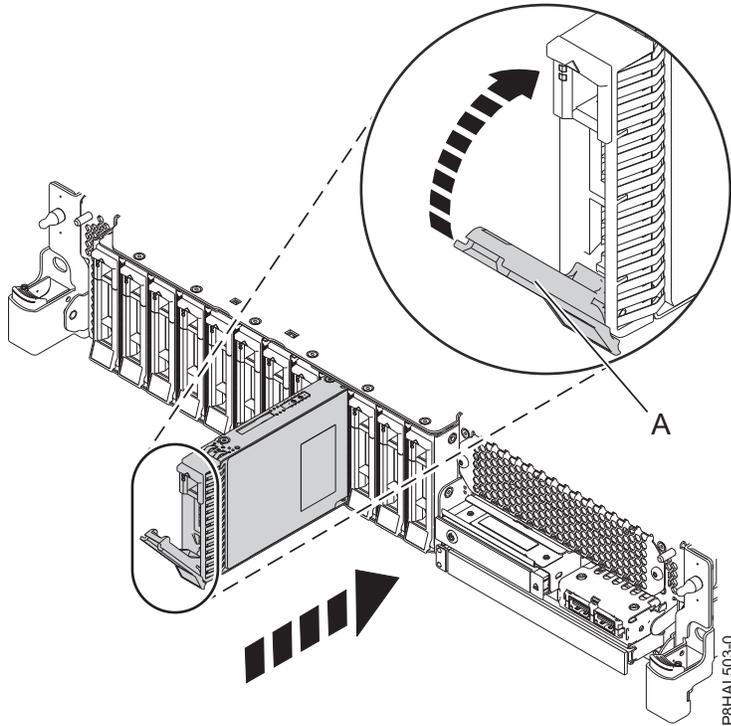
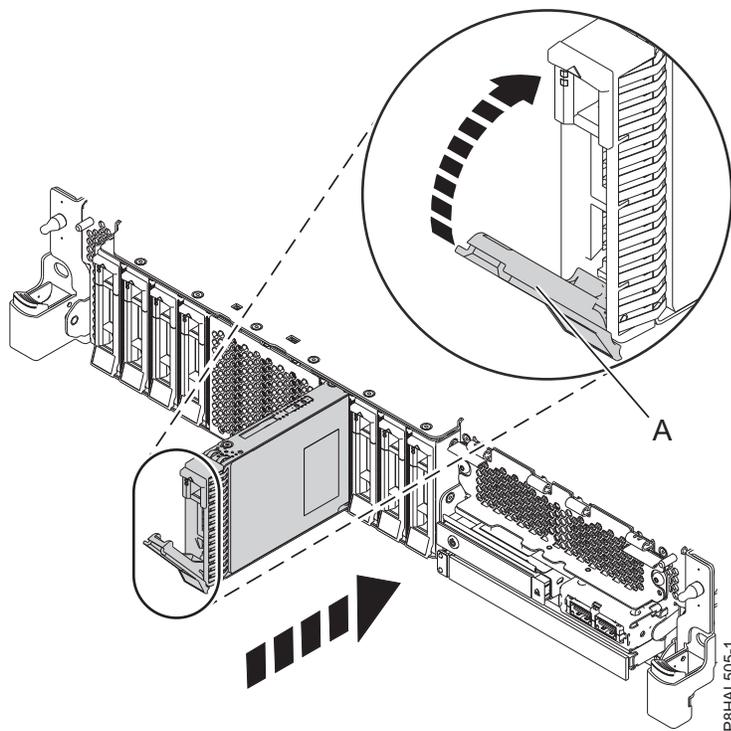

図 78. 基本機能 システムにおけるディスク・ドライブの取り替え
図 79. 拡張機能 システムにおけるディスク・ドライブの取り替え
4. ハンドルを押して手前に引き出して、ドライブ・ベイ・ハンドル (A) をアンロックします。ハンドルが完全に引き出されていないと、ドライブをシステムの中にスライドさせることができません。87 ページの図 78 および 87 ページの図 79 を参照してください。
9. 識別 LED が点灯したら、ドライブをシステムの中に奥まで差し込み、ドライブのハンドル (A) をロックされるまで押します。87 ページの図 78 および 87 ページの図 79。